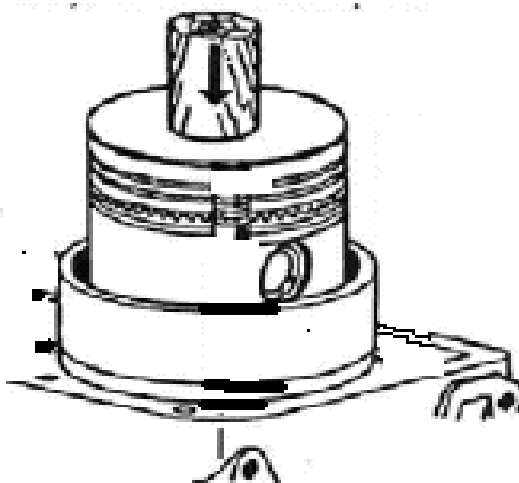

Рис.91. Установка поршня с кольцами в цилиндр
- с помощью специальной оправки с внутренней конусной поверхностью сжать кольца и вставить поршень в цилиндр (рис.91).